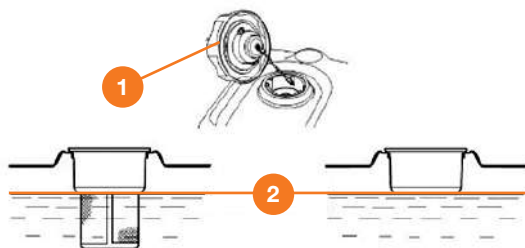

Рис.13
На переднюю часть рамы культиватора установите транспортировочное колесо, используйте крепежные элементы с транспортировочного колеса, установите колесо и закрепите его. В процессе эксплуатации культиватора приводите транспортировочное колесо по необходимости в транспортное (А) или рабочее (В) положение (Рис. 13).
При низком уровне топлива долейте его до установленного уровня ②. После заправки топливного бака надежно затяните пробку заправочной горловины ① (Рис. 13). Используйте только чистый, свежий не этилированный бензин АИ-92.